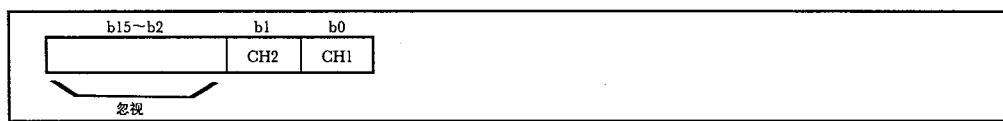

图3.7 各信道的输出允许/禁止区域的构成
- (1) 是设定D/A变换后的模拟值按各信道向外部设备输出允许/禁止的区域。
- (2) 在下述情况下，将成为全部信道输出允许的状态。
- (3) 对于各信道，向外部设备输出禁止/允许使用1/0进行设定。
- (4) 各信道的输出允许/禁止区域的构成，如图3.7所示。